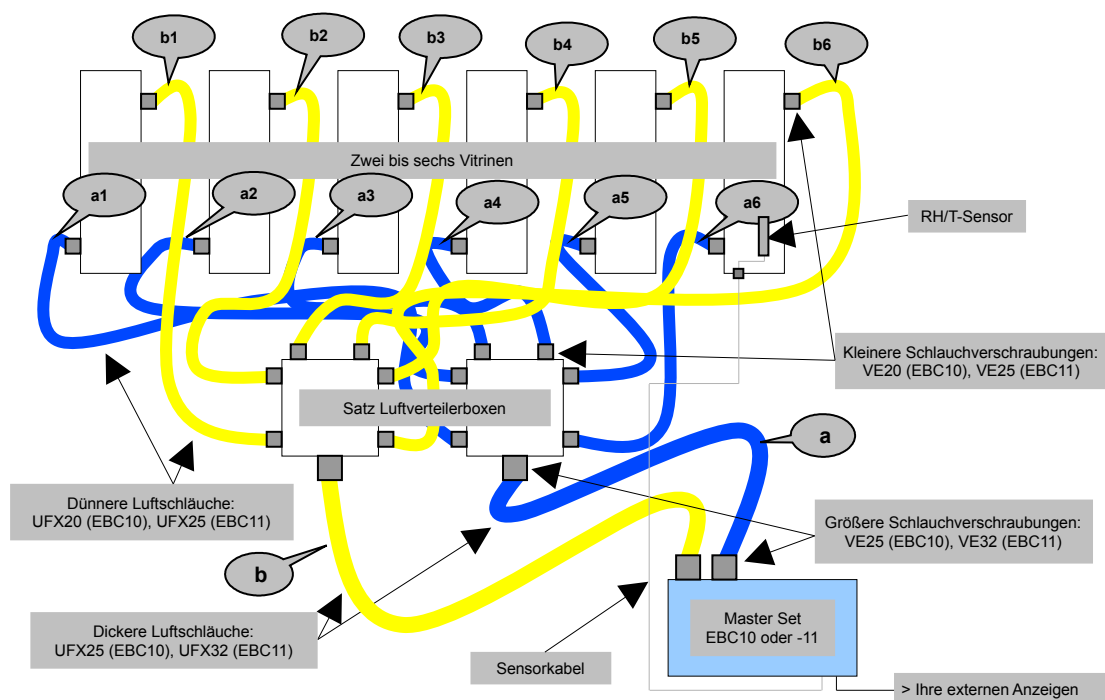

Abb. 1
Es sind bereits alle Schlauchverschraubungen am miniClima-Gerät sowie an den Boxen angebracht. Sie müssen nun noch jene an den Vitrinen montieren. Hierfür sind zunächst die idealen Positionen der Luftein-/auslässe an den Vitrinenwänden festzulegen, so dass in allen am EBC angeschlossenen Vitrinen eine ideale Luftverteilung gegeben sein wird (↯ **ANM.:** Die in Abb. 1 gezeigten Positionen stellen keine
- ✓ Die jeweiligen Schlauchlängen zwischen den LVBs und den einzelnen Vitrinen (Zuleitungen einerseits und Rückleitungen andererseits) sollten nach Möglichkeit gleich gehalten werden (vgl. Abb. 1):
Lösen Sie die Überwurfmuttern aller Schlauchverschraubungen an den Vitrinen wie auch jene der kleineren Schlauchverschraubungen an den beiden Boxen. Nehmen Sie die Klemmringe heraus. Entfernen Sie die ggf. vorhandene Schutzfolie aus den Verschraubungen. Stellen Sie die Schlauchverbindungen zwischen den Vitrinen und den beiden Boxen unter Verwendung des Schlauchtyps UFX20 bei LVB25 bzw. UFX25 bei LVB32 her. Siehe zur Hilfe die Abb. 1.
Lösen Sie die Überwurfmuttern der bereits werkseitig montierten Schlauchverschraubungen sowohl an der Rückseite des Gerätes als auch jene der größeren Schlauchverschraubungen an den beiden Boxen. Nehmen Sie die Klemmringe heraus. Entfernen Sie die ggf. vorhandene Schutzfolie aus den Verschraubungen. Stellen Sie die Schlauchverbindungen zwischen dem Gerät und den beiden Boxen unter Verwendung des Schlauchtyps UFX25 bei EBC10/LVB25 bzw. UFX32 bei EBC11/LVB32 her. Siehe zur Hilfe die Abb. 1.